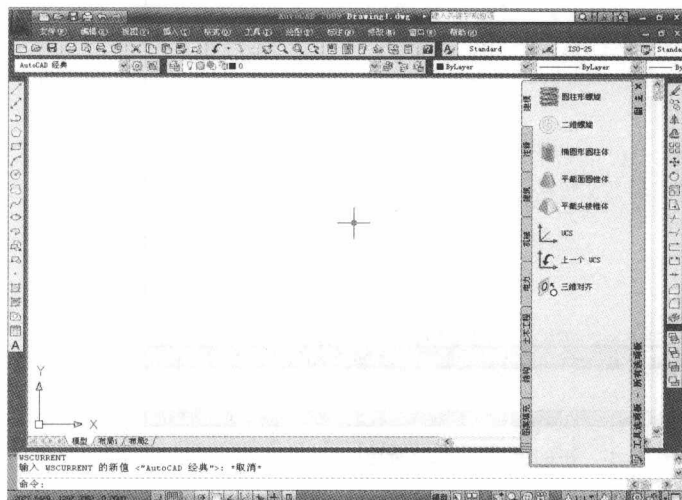

图 1-3 “AutoCAD 经典”工作空间
(2) 在“菜单浏览器”中，选择单击“工具>工作空间>AutoCAD 经典”命令，工作空间将转换到“AutoCAD 经典”工作空间，结果如图 1-3 所示。